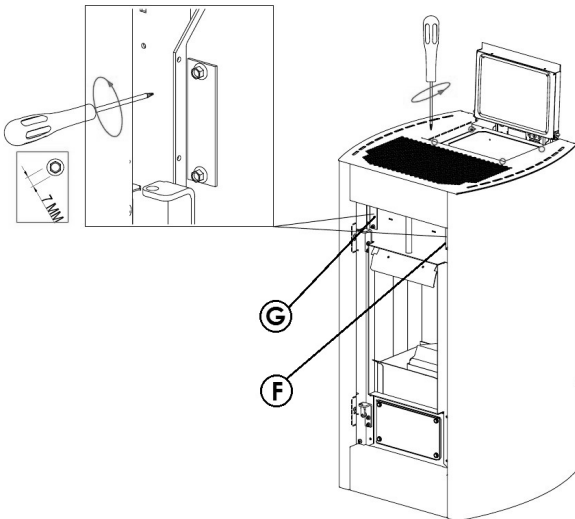

Fig. 83 - Desmontaje de las placas
- Entrar desde el depósito y desenroscar los 4 tornillos de la cobertura del tornillo alimentador (véase **Fig. 83**).